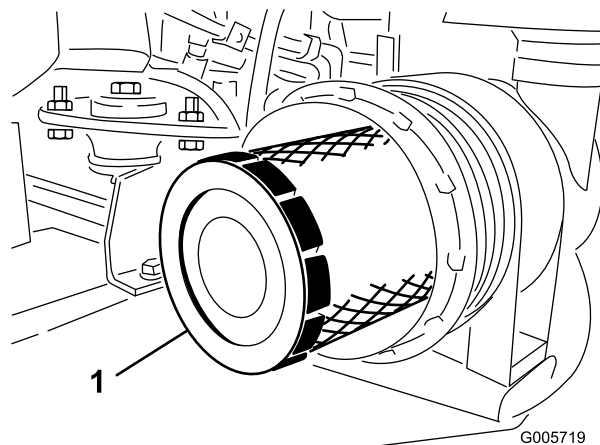

Figure 45
3. Déposez et remplacez l'élément principal (Figure 45). Il est déconseillé de nettoyer les éléments usagés car cela risque d'endommager le matériau du filtre. Vérifiez que le nouveau filtre est en bon état ; contrôlez l'extrémité étanche du filtre et le corps. N'utilisez pas l'élément s'il est endommagé. Insérez le nouveau filtre en appuyant sur le bord extérieur de l'élément pour l'engager dans la cartouche. N'appuyez pas sur la partie centrale flexible du filtre.